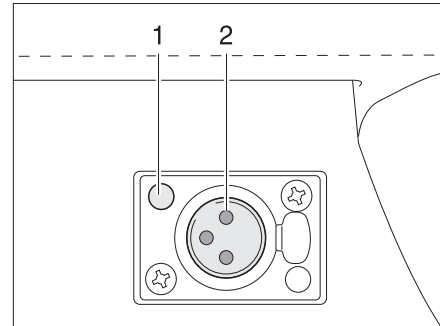

Fig. 95 Caja de enchufe
- Insertar el enchufe en el pie de la lámpara enchufable en la caja de enchufe (Fig. 95,1), hasta que engatille audiblemente. Prestar atención a la posición de los contactos (Fig. 95,2).